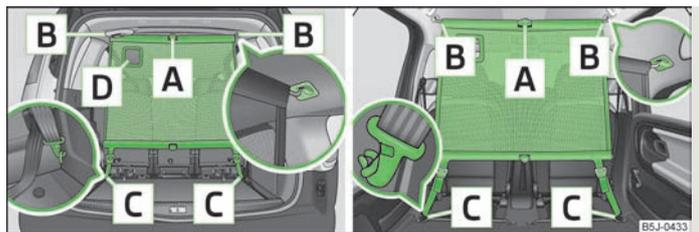

Fig. 46 Utilisation du filet de séparation derrière les sièges arrière/avant
- Appliquez la tige transversale dans le logement **[B]** » fig. 46 d'abord sur un côté et poussez-la vers l'avant. Appliquez la tige transversale de la même manière dans le logement **[B]** de l'autre côté.
- Détachez les sangles des deux côtés et décrochez les mousquetons **[C]** » fig. 46.
- Appuyez sur la touche rouge de l'articulation **[A]** » fig. 46 - l'articulation se détache.
L'ouverture **[D]** » fig. 46 dans le filet de séparation sert à faire passer la ceinture de fixation trois points » page 110, *Ceinture de sécurité pour le siège arrière central*.